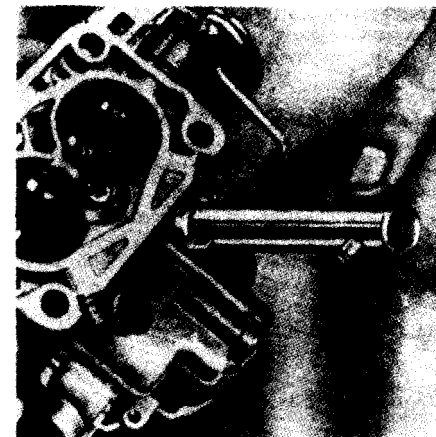
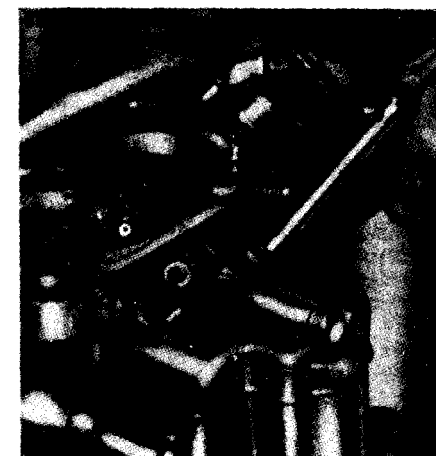
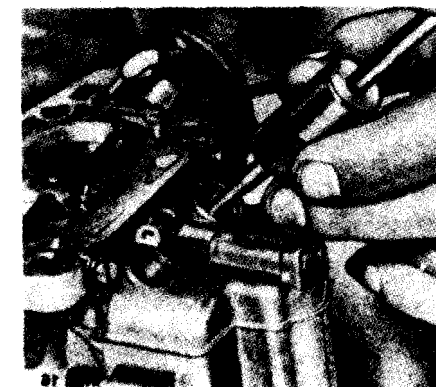

fig. 14
Fig. 15
fig. 16
Vire o carburador com cuidado para apanhar a esfera da válvula de saída da bomba de aceleração (36). Remova os dois bujões com suas arruelas (15) desatarraxando-os com a ferramenta especial 490013 (fig. 14). Remova os dois calibres principais (14) desatarraxando-os com a ferramenta especial 490012 (fig. 15). Remova as duas mangas misturadoras (13) com a ferramenta especial 4900.07 (fig. 16).